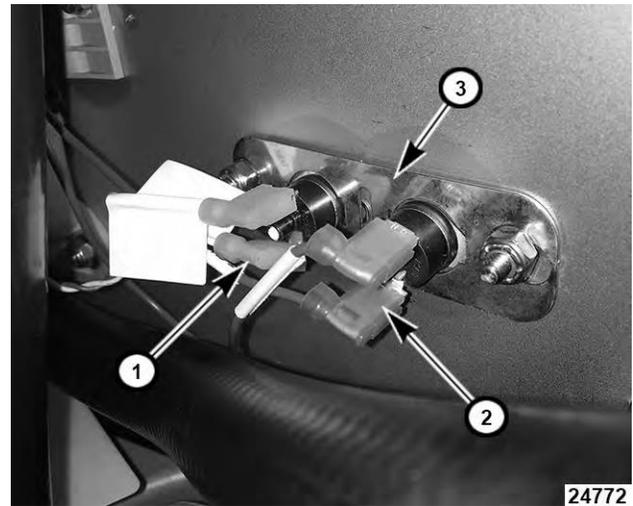

Fig. 81
2. Desconecte el cableado al tanque del termostato de límite alto (2, Fig. 81) o al sobrecalentador (TAS4) (1, Fig. 81).
3. Retire el soporte (3, Fig. 81) que sostiene los termostatos en su posición y retire el termostato de límite alto TAS3 o TAS4.